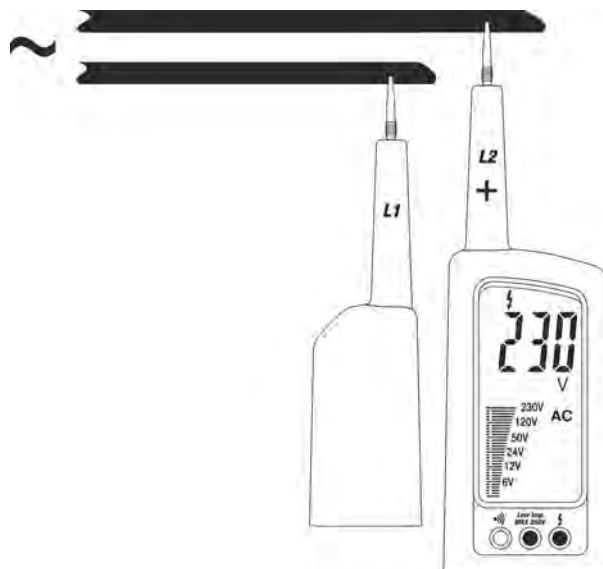

Fig. 4: Mesure de la Tension CA avec entrée a bassa impédance
2. Connectez les sondes L1 et L2 à l'objet à tester (voir Fig.4). La mesure est effectuée **uniquement lorsque les sondes sont en contact avec des conducteurs sous tension**